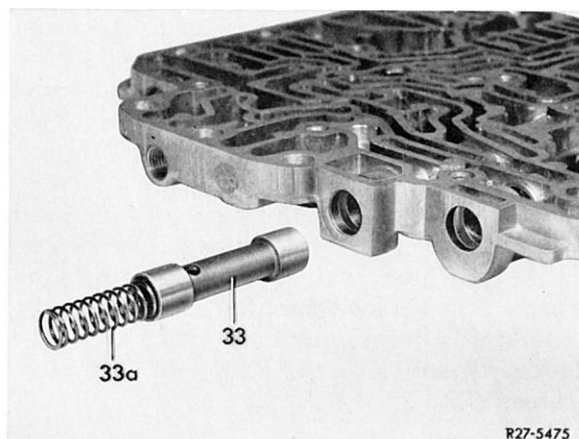

Bild 27–18/22
14 Kolben Entlüftung (33) und Feder (33a) in die zugehörige Bohrung einführen (Bild 27–18/22). Verschlußstopfen (33b) einstecken und mit der Sicherungsklammer (33c) sichern.